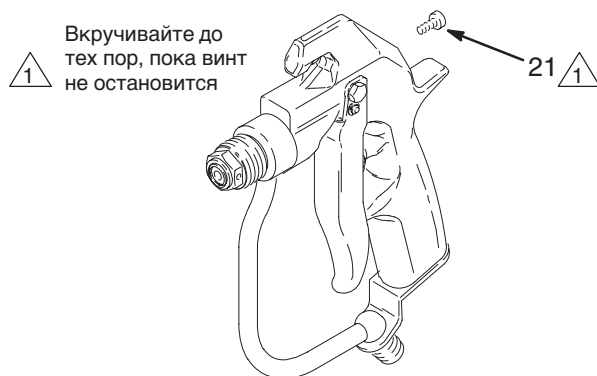

Рис. 21 03980
9. Если она была вынута, то установите винт натяжения пружины (21) на задней стороне пистолета-распылителя. Затем вкручивайте винт до тех пор, пока он не остановится. См. Рис. См. Рис. 21.